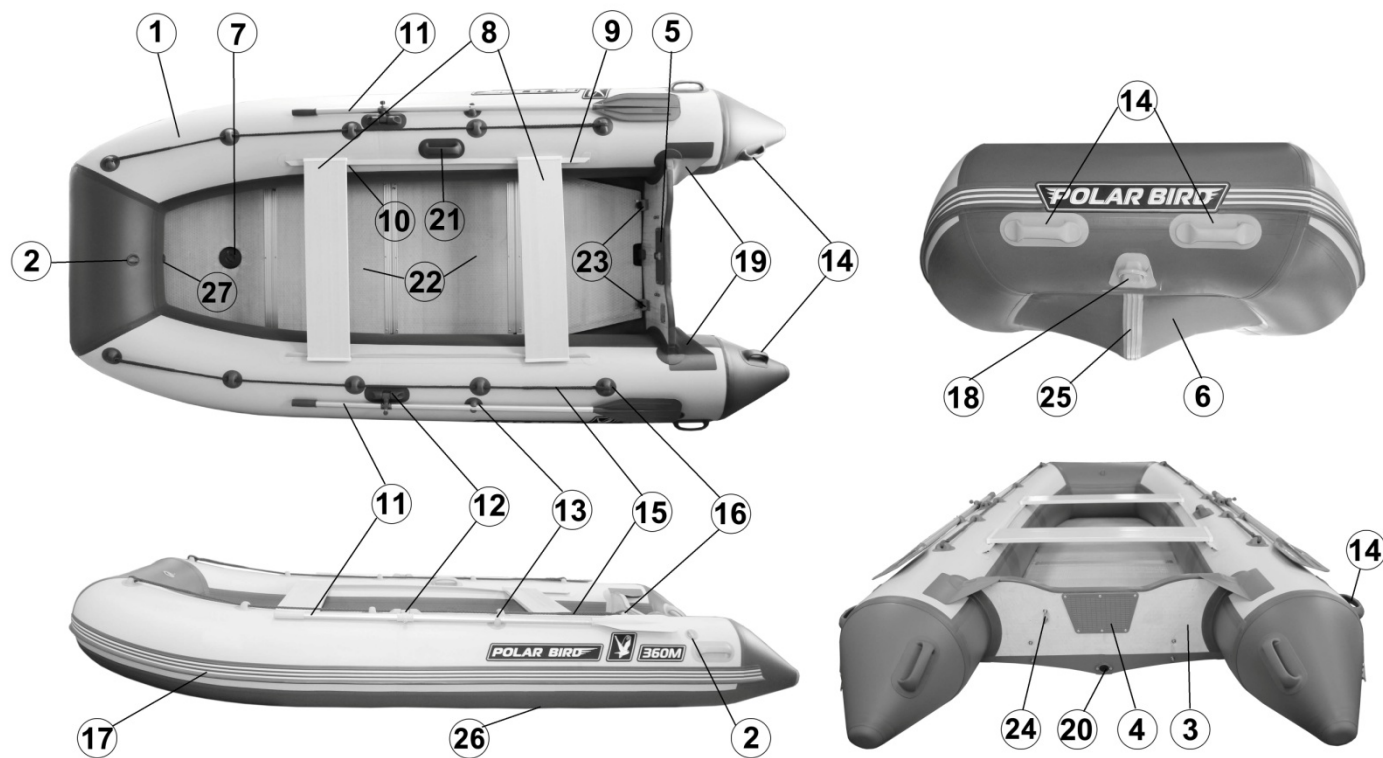

Рис. 1
3.1. Конструктивно лодка "Polar Bird" серии «Merlin» представляет собой надувной баллон U-формы (поз.1), разделенный двумя герметичными переборками с воздушными клапанами (поз.2) на три герметичных отсека (Рис.1). Корпус лодки изготавливается из армированного эластомера с двусторонним герметизирующим покрытием из поливинилхлорида (далее ПВХ). Для установки подвесного лодочного мотора (далее - ПЛМ) лодки оборудованы жестким стеклокомпозитным транцем (поз.3) с двумя транцевыми накладками (поз.4 и поз.5). Лодка имеет эластичное днище (поз.6) и жесткий стеклокомпозитный настил (поз. 22), между которыми расположен надувной кильсон (поз.7), приклеенный к днищу. Жесткий настил закрепляется специальными фиксаторами (поз. 23). Лодка укомплектована жесткими стеклокомпозитными сиденьями (поз.8), которые устанавливаются в профиль – ликтрос (поз.9) с помощью ликпазов (поз.10), жестко